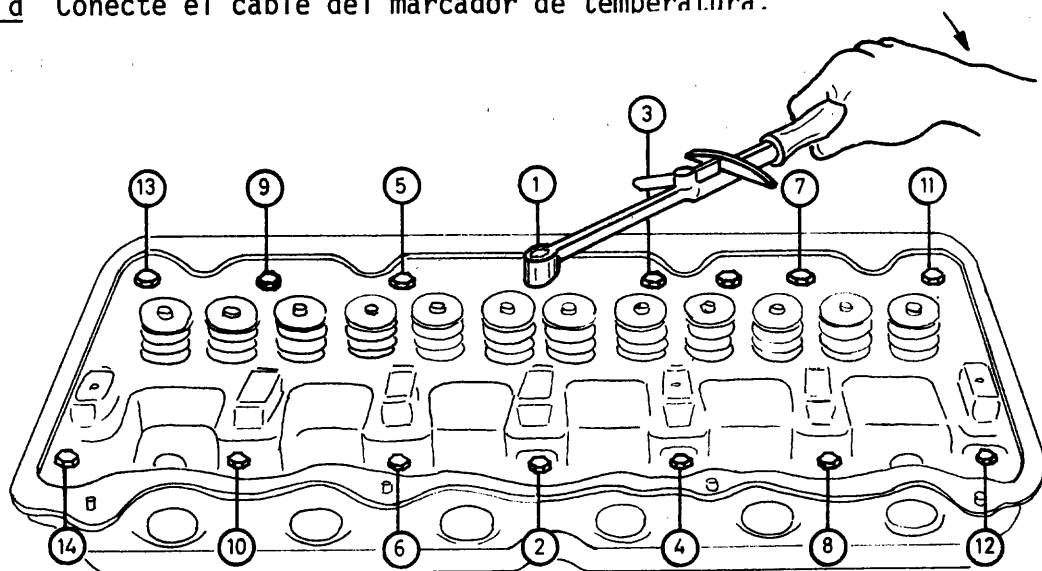

Fig. 1
- c Dé apriete en forma alternada y progresiva a los tornillos de la culata, desde el centro hacia sus extremos ateniéndose a las especificaciones (fig.1).